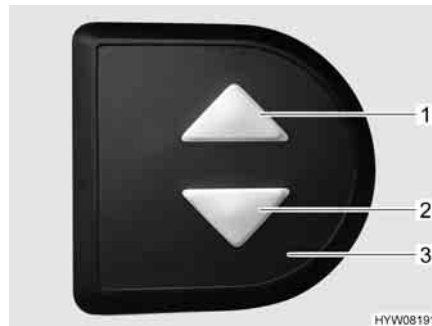

Fig. 97 Elemento di regolazione
- Sull'elemento di regolazione (Fig. 97,3) premere contemporaneamente i due tasti freccia (Fig. 97, 1 e 2) e tenerli premuti fino a quando il letto basculante non si è spostato completamente verso il basso. Una volta rilasciati i tasti viene emesso un segnale acustico di conferma.
- Sull'elemento di regolazione (Fig. 97,3) premere il tasto freccia inferiore (Fig. 97,2) e tenerlo premuto fino a quando il letto basculante non ha raggiunto la posizione finale in basso.
- Sull'elemento di regolazione (Fig. 97,3) premere il tasto freccia superiore (Fig. 97,1) e tenerlo premuto fino a quando il letto basculante non ha raggiunto la posizione finale in alto.
- Portare leggermente il letto basculante con i tasti freccia (Fig. 97,1 o 2) nella direzione opposta.